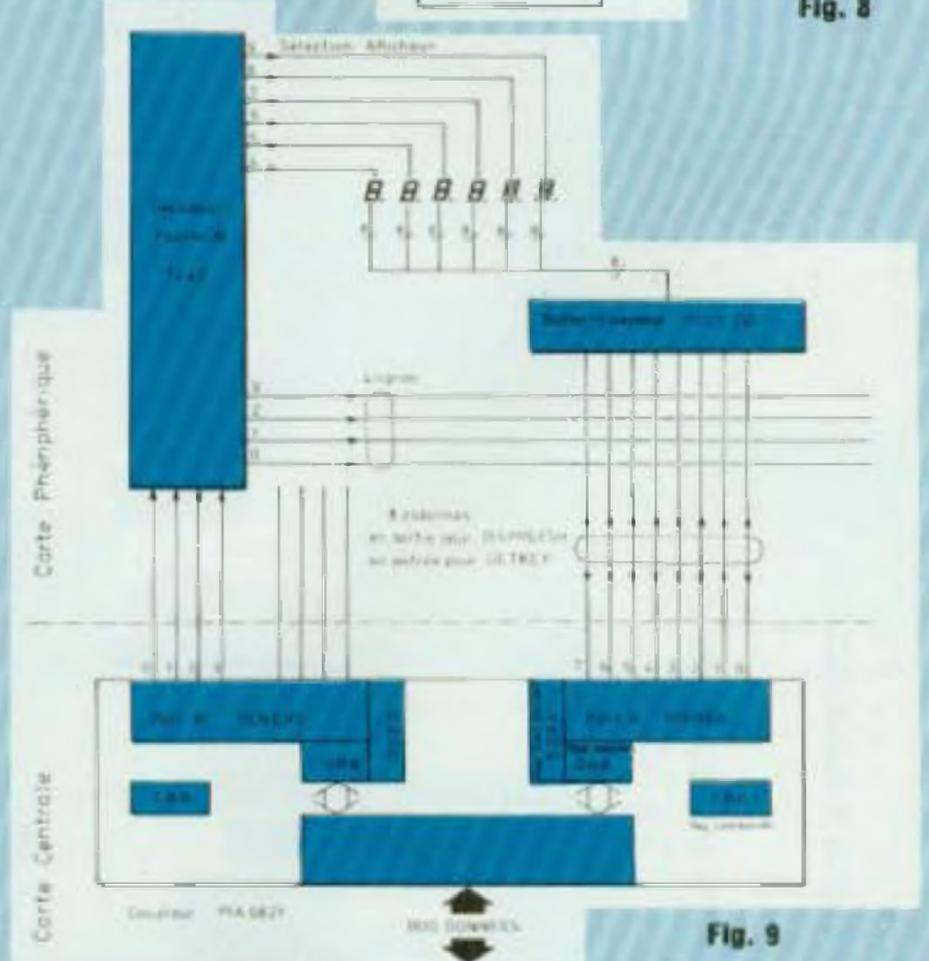

Fig. 9
Fig. 9 : Exemple typique d'application du vidéo-disque LaserVision employé en liaison avec un moniteur doté d'un écran « Touch Screen » tel qu'on peut l'imaginer dans le cadre d'une agence de voyages.
- Fig. 9 : Coupleur d'entrée/sortie et carte périphérique.
La figure 9 représente le schéma de principe du coupleur d'entrée-sortie et sa connexion au clavier et à l'affichage.